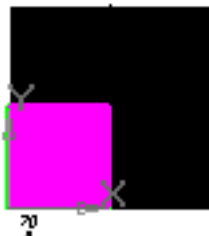

Рис. 8.17.
5) в качестве **базовой точки сетки** также выберите точку (0; 0). При установленных "по умолчанию" значениях параметров копирования изображение может иметь следующий вид – рис. 8.17;